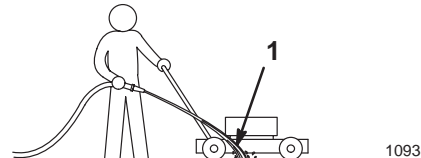

Figure 16
5. Tenez le tuyau d'arrosage à hauteur du mancheron et dirigez le jet d'eau vers le sol, juste devant la roue arrière droite (Fig. 16).